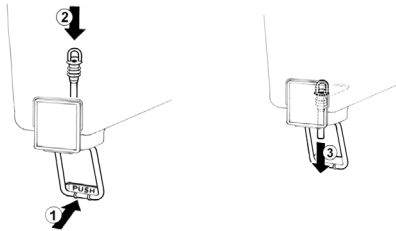

figura 4
**2 Grifo con tubo de goma:** empujar la palanca mando grifo (1) e insertar el tubo de goma de salida en su situación vertical en el
fondo del contenedor (2). Tirar (3) ligeramente hacia abajo la extremidad del tubo de goma hasta ajustarlo completamente (ver figura 4).